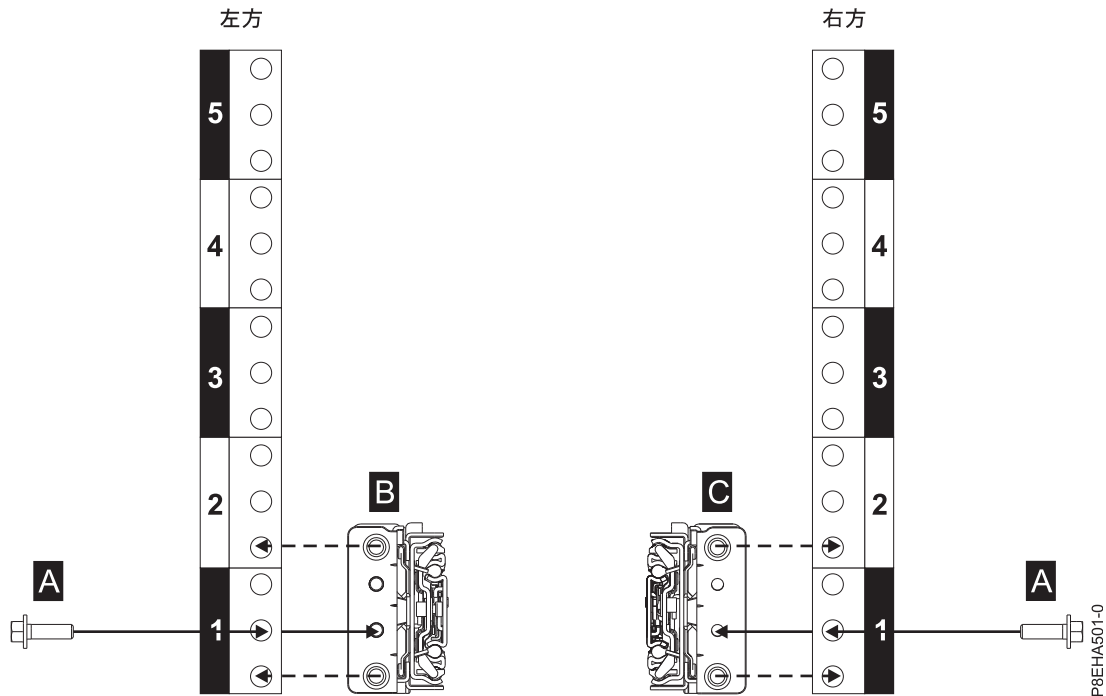

図 4. ラックの背面でのスライド・レールの取り付け
12. 図 4 に示すように、左スライド・レール (B) と右スライド・レール (C) を M5x16mm ねじ (A) で固定します。各ねじを、最下段の EIA ラック単位の中央の穴にある、ねじ山付きスライド・フランジ穴に差し込んで、締めます。